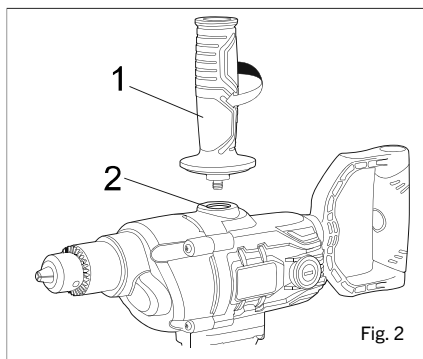

Fig. 2
Pour installer la poignée auxiliaire (1), il suffit de l'enfiler dans le SENS HORAIRE dans le trou fileté (2) dans le haut de la perceuse (Fig. 2).